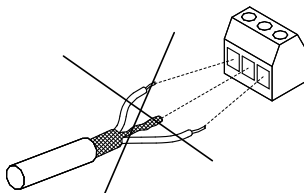

Fig. 21 Ne pas tordre les extrémités du blindage
- Éviter d'aboutir le blindage avec des extrémités tordues. Voir fig. 21. Utiliser plutôt des presse-étoupes ou des entrées de câble CEM vissées.